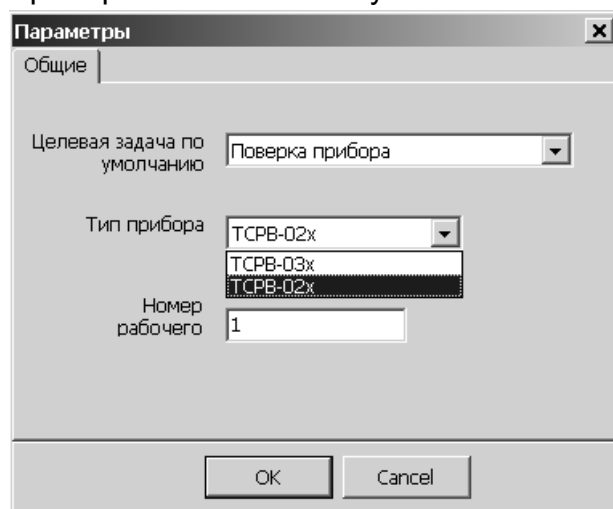

Рис.7. Вид окна «Параметры».
- в появившемся окне **Параметры** (рис.7) выбрать из списка требуемый тип прибора и нажать кнопку **ОК**.